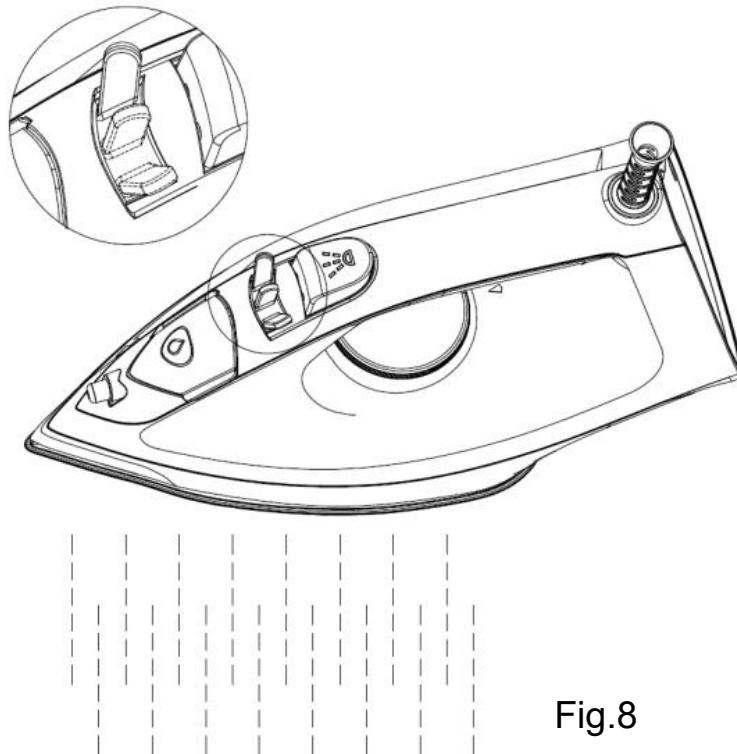

Fig.8
77.We moeten het apparaat regelmatig schoonmaken, afhankelijk van de waterhardheid en de gebruiksfrequentie . Om de Clean-functie te activeren, draait u de Steam-knop naar de Clean-instelling en houdt u deze vast (zie Afb. 8). Het apparaat gaat dan naar de Clean-modus. Het apparaat gaat naar de Steam-modus nadat u de Steam-knop loslaat.
- (13) nooit aan voordat deze is afgekoeld !
- (14) Om de zoolplaat glad te houden , moet worden voorkomen dat de zoolplaat in contact komt met metalen voorwerpen. Gebruik nooit een schuursponsje, azijn of andere chemicaliën om de zoolplaat schoon te maken.
23. Reinig de binnenkant van het apparaat regelmatig door de Clean-functie te activeren (zie Afb. 8).